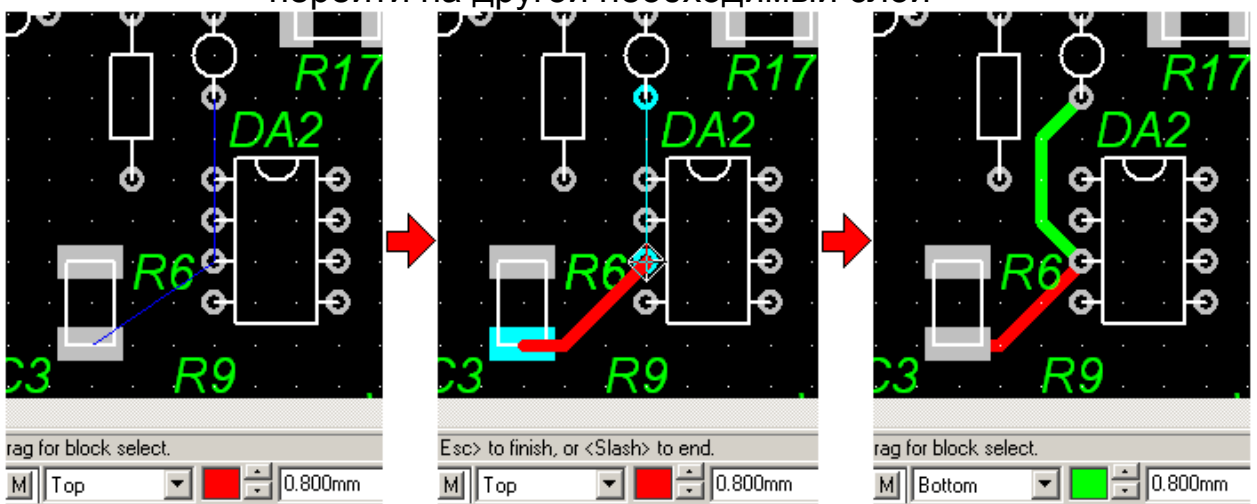
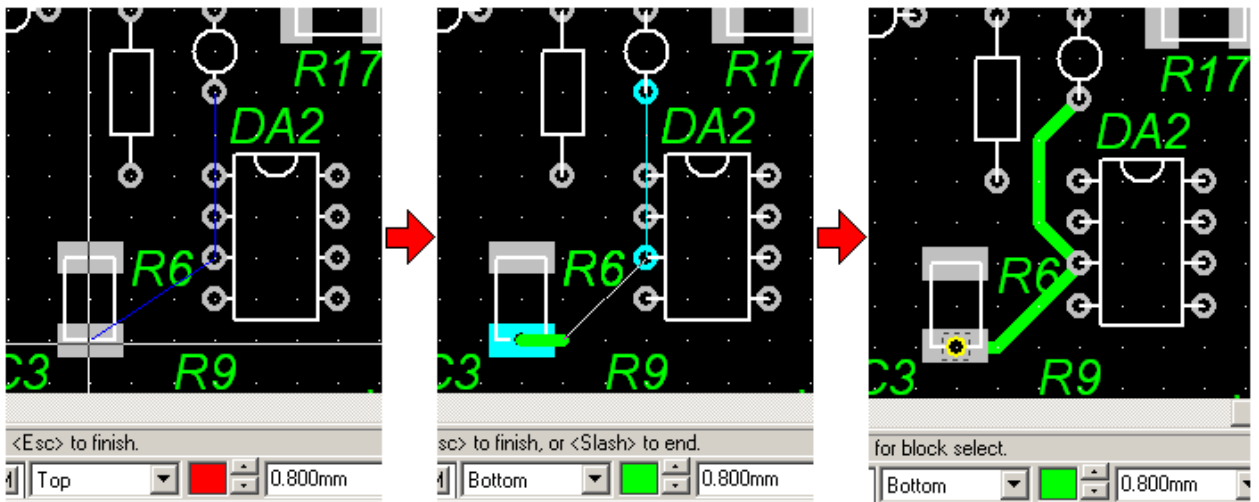

Рис. 5 Соединений поверхностных контактных площадок
Рис. 6 Переход на другой слой при трассировке соединений с поверхностными контактными площадками
- подводить дорожки к поверхностным контактным площадкам можно только на одном слое. При этом предпочтительно использовать для трассировки соединений с этим элементом именно этот слой (рис. 5). Если все же необходим переход на другой слой, то возможны два варианта: необходимо перейти на слой, соответствующий контактной площадке и щелкнуть по ней, а затем перейти на другой слой и продолжить трассировку (рис. 6). При этом прямо на месте контактной площадки появится переходное отверстие. Второй метод: начать трассировку на слое, соответствующем слою контактной площадки, а затем перейти на другой необходимый слой